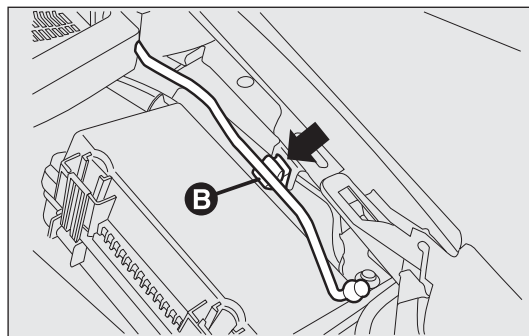
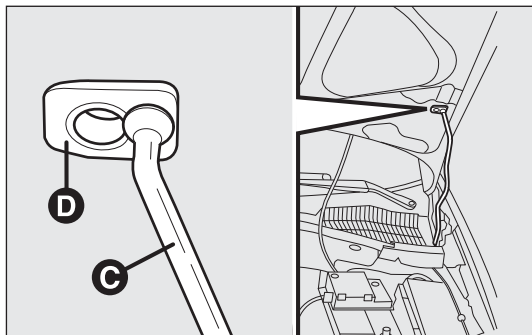

рис. 92
рис. 93
- поднимите крышку капота и одновременно освободите опорную штангу от защелки В – рис. 92; вставьте оконечность С – рис. 93 штанги в гнездо D капота.
- удерживайте капот в открытом положении одной рукой, а второй выньте опорную штангу С – рис. 93 из гнезда D и вставьте ее в защелку В – рис. 92;